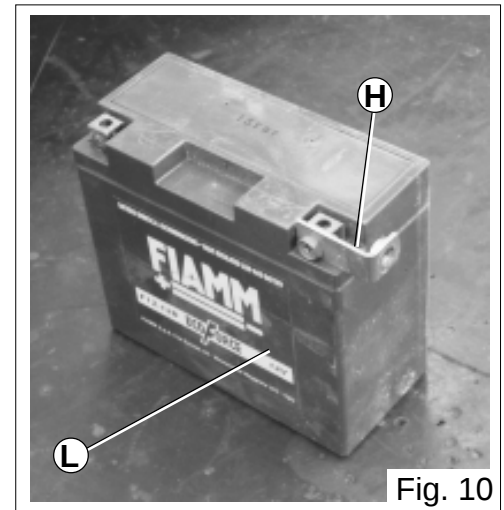

Fig. 10
- An dem Minuspol der Batterie "L" die Platte "H" anbringen (Fig. 10)